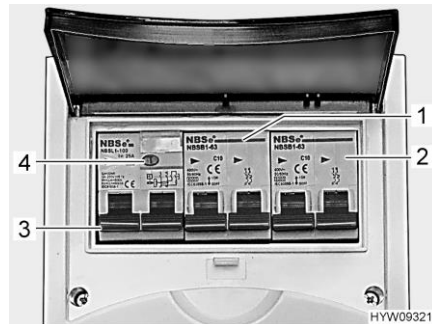

Bild 147 Leitungsschutzschalter und FI-Schalter (230-V-Sicherungskasten)
Ein Fehlerstrom-Schutzschalter (FI-Schalter) (Bild 147,3) im Sicherungskasten sichert das gesamte Fahrzeug gegen Fehlerstrom (30 mA) ab.
Der nachgeschaltete Leitungsschutzschalter (10 A) (Bild 147,1) sichert die 230-V-Steckdosen, den Elektroblok, das Zusatz-Ladegerät und den Kühlschrank ab.
Bei Fahrzeugen mit Sonderausstattung, z. B. Dachklimaanlage, sichert ein zusätzlicher Leitungsschutzschalter (16 A) (Bild 147,2) das Gerät ab.
- Wenn das Fahrzeug an die 230-V-Versorgung angeschlossen ist, die Prüftaste (Bild 147,4) drücken. Der Fehlerstromschutzschalter (FI) muss auslösen.